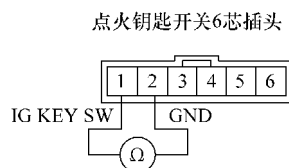

图 10-12 测试 1 号端子与 2 号端子之间的导通性
- 6) 如图 10-12 所示, 在点火钥匙开关侧, 检查点火钥匙开关 6 芯插头 1 号端子与 2 号端子之间是否导通?